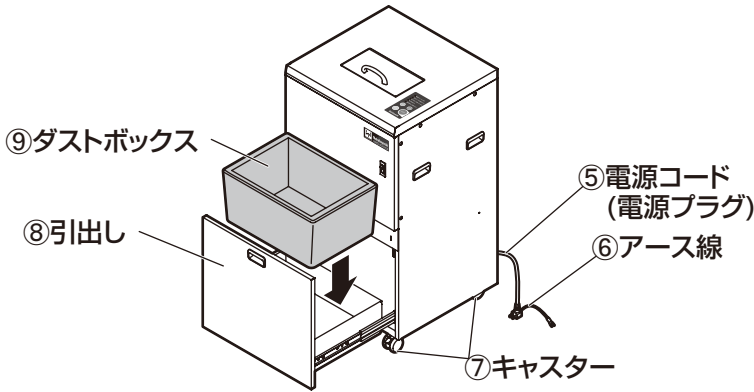

図6 ダストボックスのセット
2. 引出し⑧にダストボックス⑨をセットし、閉めてください。 図6 参照
3. 電源コード⑤の電源プラグを、電源コンセントに差し込んでください。アース線⑥をアース端子に接続してください。